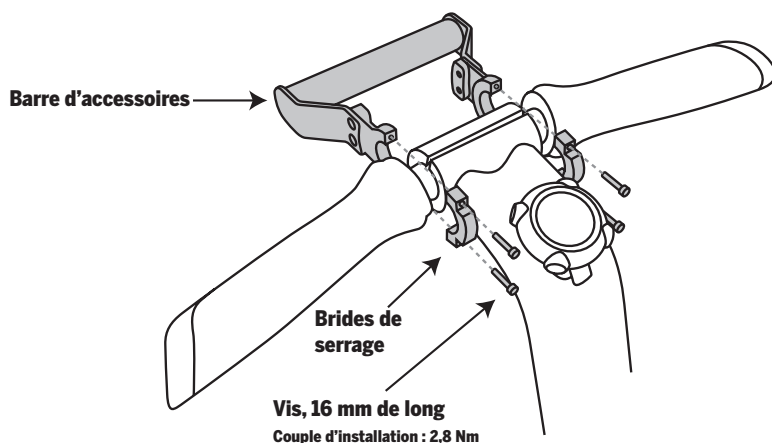
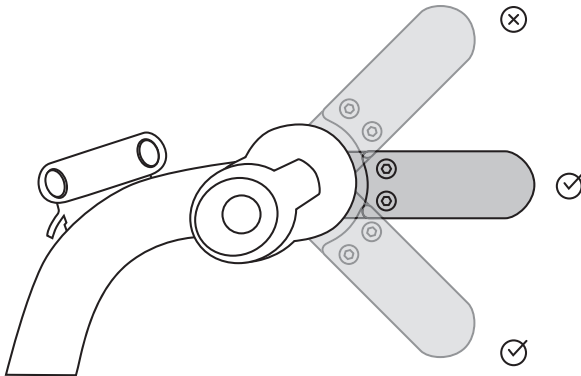

Figure 2. Installation de la barre d'accessoires sur le guidon
Figure 3. Vérifiez que la barre est toujours placée devant ou sous la bride de serrage du guidon
3. Installez la barre d'accessoires et les brides de serrage sur la partie exposée du guidon. Référez-vous à la figure 2.
4. Vissez sans serrer les (4) vis de 16 mm de long incluses dans les (2) brides de serrage de la barre d'accessoires.
5. Vérifiez que la barre est toujours placée devant ou sous la bride de serrage du guidon. Référez-vous à la figure 3.